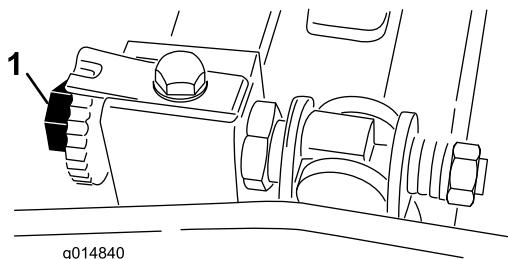

Figura 52
- Rode o parafuso de ajuste da barra de apoio direita até sentir uma leve pressão (ou seja, arrastamento) no calço deslizando-o de um lado para o outro (Figura 52).
- Rode o cilindro de forma a que a lâmina cruze a extremidade da lâmina de corte entre a primeira e segunda cabeça dos parafusos do lado direito da unidade de corte (Figura 52).